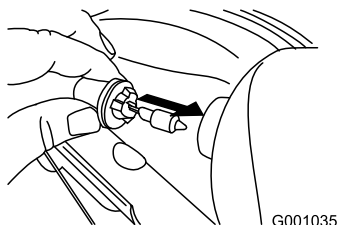

Bild 53
4. Setzen Sie eine neue Glühbirne hinten am Scheinwerfer ein (Bild 53).